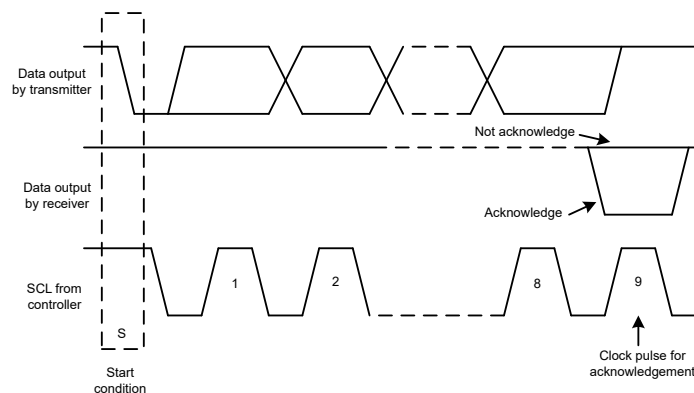
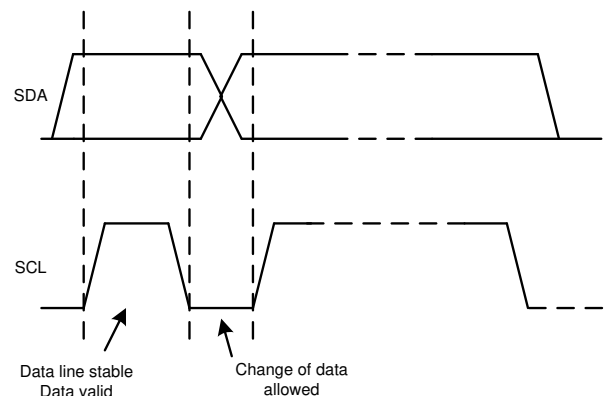

図 6-20. I²C バスにおける確認応答と非確認応答
図 6-22. I²C バスでのビット転送
指定のタイミング信号を除いて、I²C インターフェイスではシリアル バイトを扱います。各バイトの最後に、9 回目のクロック サイクルで確認応答信号が生成および検出されます。確認応答は、9 回目のクロック サイクルの high 期間中 SDA ラインを low にすることで行われます。否定応答は、図 6-20 に示すように 9 回目のクロック サイクルの high 期間中 SDA ラインを high のまま保持することで行われます。
2. 次に、コントローラは SCL パルスを生成し、7 ビットのアドレスと読み取り / 書き込み方向ビット ($R/\bar{W}$) を SDA ライン上で送信します。すべての送信中、コントローラはデータが有効であることを確認します。有効なデータ条件では、図 6-22 に示されているように、ロックパルスのハイ期間全体にわたって SDA ラインが安定している必要があります。すべてのデバイスは、コントローラによって送信されたアドレスを認識して、そのアドレスをそれぞれの内部の固定アドレスと比較します。一致するアドレスを持つターゲットデバイスのみが、図 6-20 に示すように、9 番目の SCL サイクルのハイ期間全体にわたって SDA ラインをローに引き下げて確認応答を生成します。コントローラがこの確認を検出すると、ターゲットとの通信リンクが確立されます。